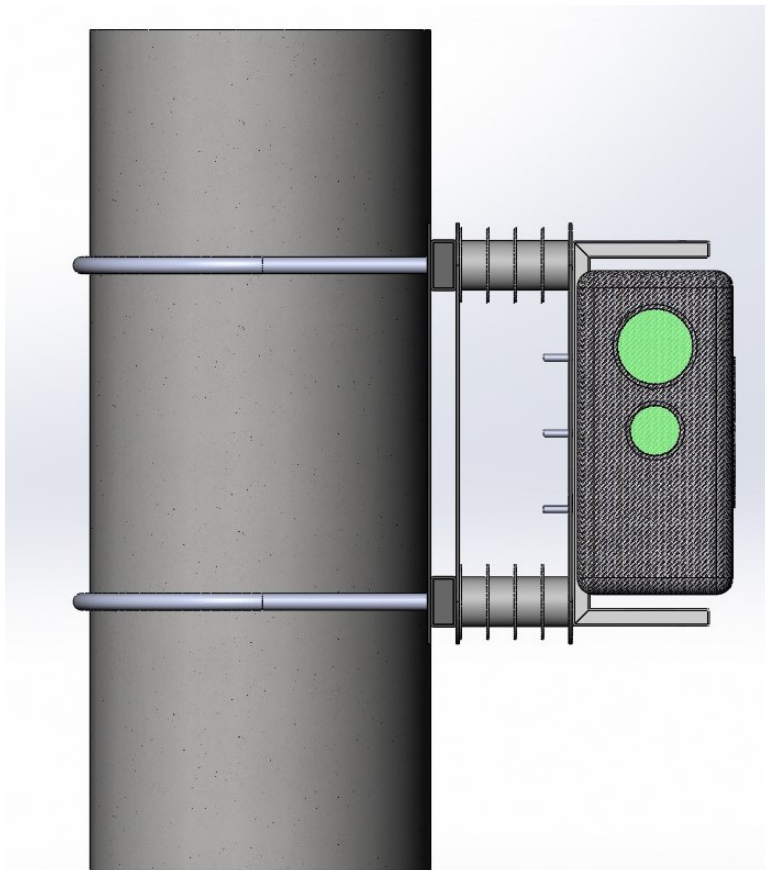

Рисунок 2 – Общий вид мультиспектральной IP-видеокамеры «Synergo IPS - TVS20», установленной на опору
- закрепить изделие на вертикальной штанге (Рисунок 2);